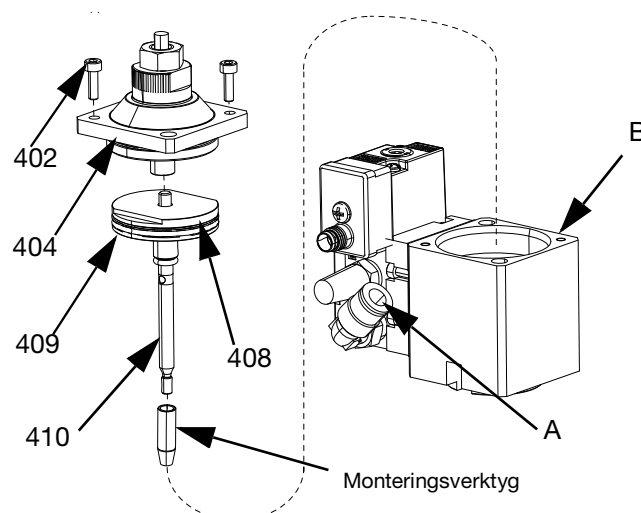

FIG. 23
4. Montering av luftcylinderlocket (404) på ventiler med droppfri tillbakadragning:
- a. Byt ut kolv-o-ringen (408) om den är repad, avskuren eller sliten. Se FIG. 23
- b. Applicera medföljande anaerobiskt lim på kolvstångsgångorna (410).
- c. Skruva i kolvstången (410) i kolven (409).
- d. Placera kolvens platta ytor (409) i ett skruvstöd. Sätt i en insexnyckel i hålet på kolvstången (410). Dra åt till moment 0,9-1,1 N•m (8-10 tum-lb). Sätt muttern (417) på kolvstången och dra åt till moment 2,7-4,1 N•m (24-36 tum-lb).
- e. Trä kolven med monteringsverktyget påsatt genom o-ringen längst ner på luftsektionen (B).